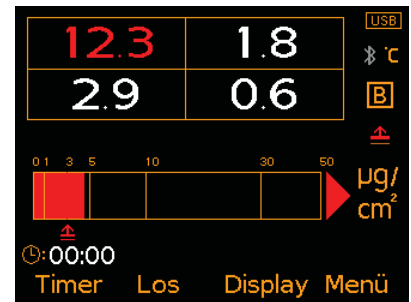

Bild 5: Messwerte x4 und Balkendiagramm
- **Balkendiagramm (Bild 5);** Eine analoge Darstellung des aktuellen Messwerts zusammen mit dem höchsten (Hi), niedrigsten (Lo) und durchschnittlichen ( $\bar{x}$ ) Messwert. Das Diagramm wird beim Erfassen jedes Messwerts automatisch aktualisiert.